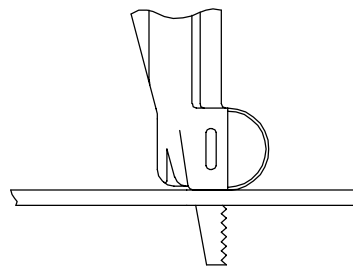

Bild 3
4. Då metall sågas från en kant, skall sågen hållas enligt bild 3, samtidigt som sågen hålles stadigt mot underlaget för att hindra underlaget från att vibrera och klingan från att skaka. Då direkt sågning görs i metall skall man först mejsla eller borra ett hål att starta i.